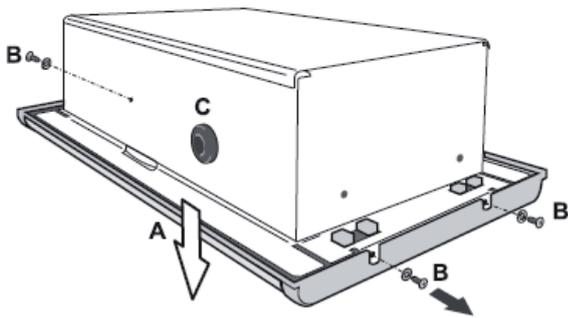

Fig. 1
- Sganciare la griglia frontale (A) rimuovendo le tre viti autofilettanti che la fissano alla scatola da incasso utilizzando una chiave torx a L TX20 (fig. 1);
- Aiutandosi con un cacciavite, praticare un foro passante nei passacavo (C) presenti sui lati della scatola.
- Unhook the front grille (A) removing the three self-tapping screws (B) that secure it to the flus-mounting box by means of L-shaped TX20 torx key (fig. 1);
- With the help of a screwdriver, make a through hole in each cable gland (C) on the sides of the box.